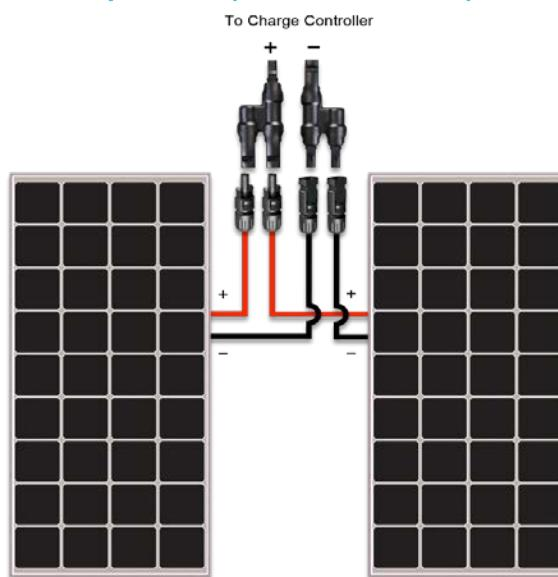

Figura 8.2 Dos Panles RNG-100D en paralelo
Una de las configuraciones solares más básicas implica cableado dos paneles solares en paralelo. Esta configuración en paralelo aumentará la salida de corriente, mientras que la tensión de salida sigue siendo la misma. La **Figura.8.2** anterior muestra la disposición para la conexión de dos paneles solares en paralelo con un par de conectores de derivación MC4. Esta disposición es aplicable si dos paneles solares serán montados adyacentes uno a otro. Esta conexión requiere un (1) par de conectores de derivación MC4. Cuando los paneles se montan en diferentes ubicaciones, es decir, separados por una distancia, los paneles deben ser extendidos con los Cables de Extensión MC4 (vendidos por separado).